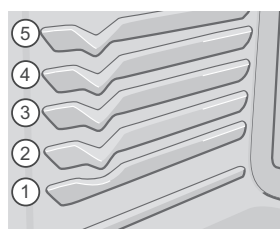

Figure 11 : Positions des grilles
- Pour obtenir de meilleurs résultats lorsque vous utilisez deux grilles pour la cuisson de gâteaux, placez ces dernières aux positions 2 et 4 (voir figure 11).